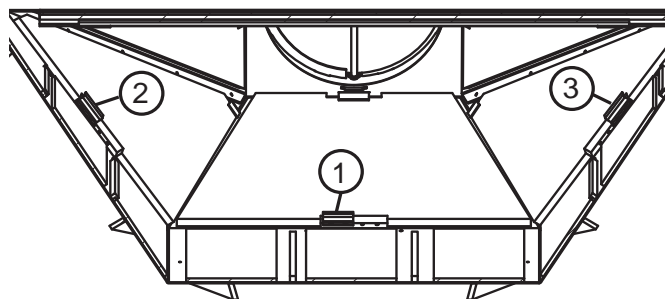

FIG.1
- A. Retirez les vis des supports et enlevez le panneau arrière de la chambre de combustion en le faisant glisser. Répétez pour les deux panneaux latéraux. (FIG.1)